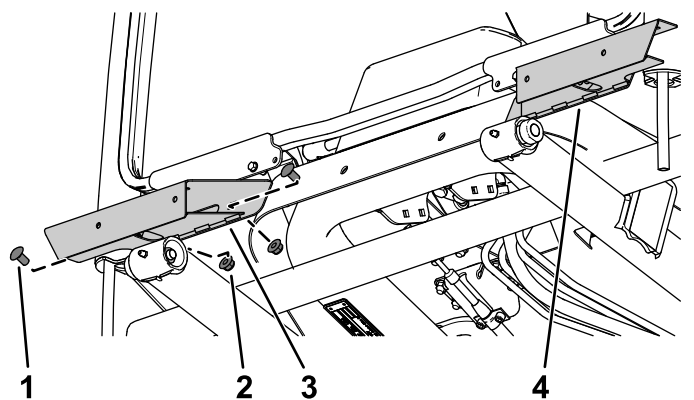

Figura 14
- Fixai baza luminii din stânga i baza luminii din dreapta pe cadrul cabinei folosind 2 uruburi de fixare ($\frac{3}{8} \times \frac{3}{4}$ ") i 2 contrapiuliie ($\frac{3}{8}$ ") pe fiecare parte (Figura 14).